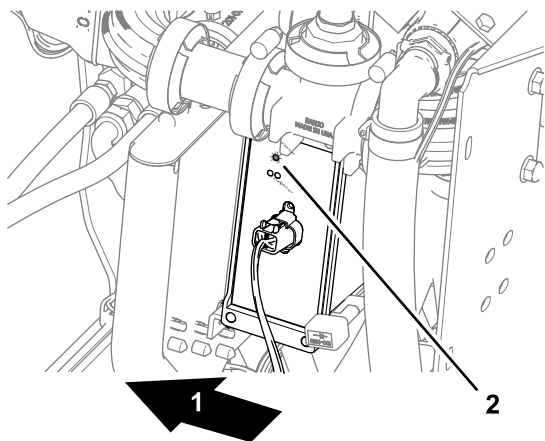

Рисунок 157
- Автоматический контроллер секции – загорается индикатор STATUS (СОСТОЯНИЕ) (Рисунок 157)